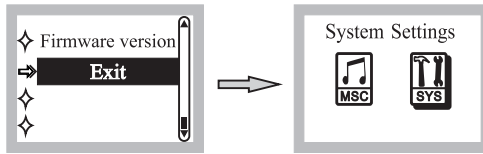

Fig. 24
(8) Exit: Return to Music & System Settings (Main Mode), Fig. 24.